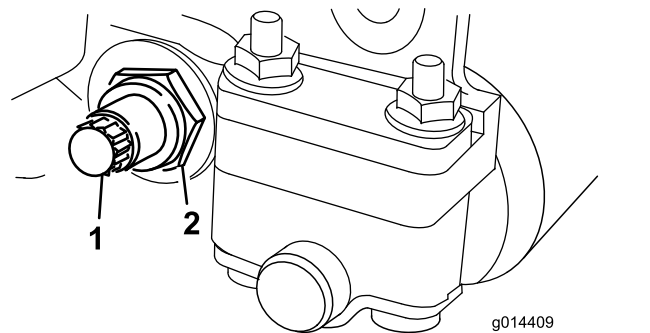

図 25
3. ベッドバーボルト 図 25 を固定しているロックナット機体両側をゆるめる。
4. 各ベッドバーボルトを外し、機体のボルトからベッドバーを下に抜いて外す 図 25。